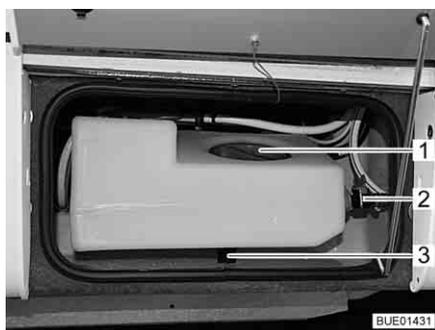
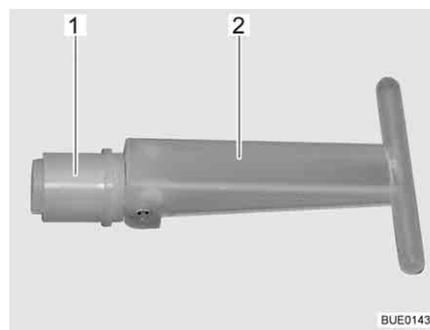

Bild 162 Zusatz-Wassertank
Bild 163 Verschluss-Stopfen
Wenn das Entleerventil (Bild 162,2) offen ist, ist die Füllmenge des Zusatz-Wassertanks auf ca. 30 l begrenzt; überschüssiges Wasser läuft ab. Wenn das Entleerventil geschlossen ist, steht das gesamte Tankvolumen zur Verfügung.
Wenn der Verschluss-Stopfen (Bild 163,1) im Inneren des Zusatz-Wassertanks gezogen wird, fließt das Wasser über den Ablauf (Bild 162,3) ab. Der Verschluss-Stopfen ist durch die Serviceöffnung (Bild 162,1) erreichbar.
- Sicherstellen, dass der Verschluss-Stopfen (Bild 163,1) im Zusatz-Wassertank geschlossen ist (Handgriff (Bild 163,2) ist umgeklappt).
- Sicherstellen, dass das Entleerventil (Bild 162,2) geschlossen ist.
- Serviceöffnung (Bild 162,1) im Zusatz-Wassertank öffnen.
- Durch die Serviceöffnung den Handgriff (Bild 163,2) des Verschluss-Stopfens (Bild 163,1) senkrecht stellen und den Verschluss-Stopfen herausziehen.